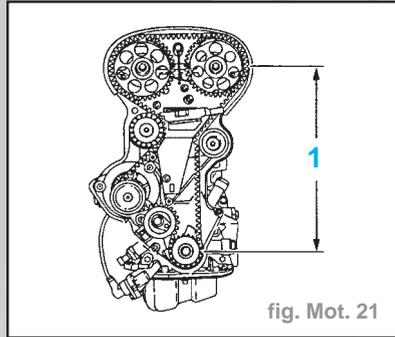

fig. Mot. 21
S'assurer que le côté tirant (1) est tendu (fig. Mot. 21).
- Les encoches des pignons d'arbres à cames doivent en même temps être alignés avec les repères (1) du couverculasse.
- Fixer les arbres à cames à l'aide de l'outil **KM-853** (2).
- Dévisser la vis de fixation du galet-tendeur de la courroie crantée et tourner l'excentrique de réglage dans le sens de la flèche (en sens horaire) jusqu'à ce que l'index (4) soit quasiment en butée gauche.
- Remettre en place la courroie crantée. S'assurer que le brin de traction (I) soit bien tendu (fig. Mot. 21).